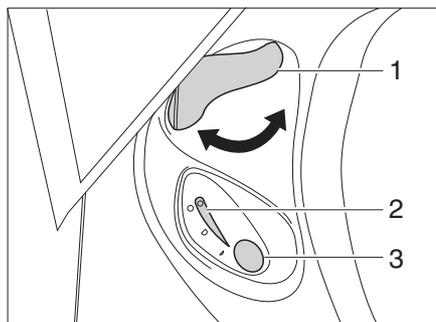

Bild 158 Bedieneinheit Thetford-Toilette
- Vor dem Spülen den Schieber der Thetford-Toilette öffnen. Dazu den Schieberhebel (Bild 158,1) entgegen dem Uhrzeigersinn drehen.
- Zum Spülen den blauen Spülknopf (Bild 158,3) drücken.
- Nach dem Spülen den Schieber schließen. Dazu den Schieberhebel (Bild 158,1) im Uhrzeigersinn drehen.
Die Kontroll-Leuchte (Bild 158,2) leuchtet, wenn die Thetford-Kassette entleert werden muss.
- Den Schieberhebel (Bild 158,1) im Uhrzeigersinn drehen. Der Schieber wird geschlossen. Zum Entleeren **muss** in der Thetford-Toilette der Schieber geschlossen sein.